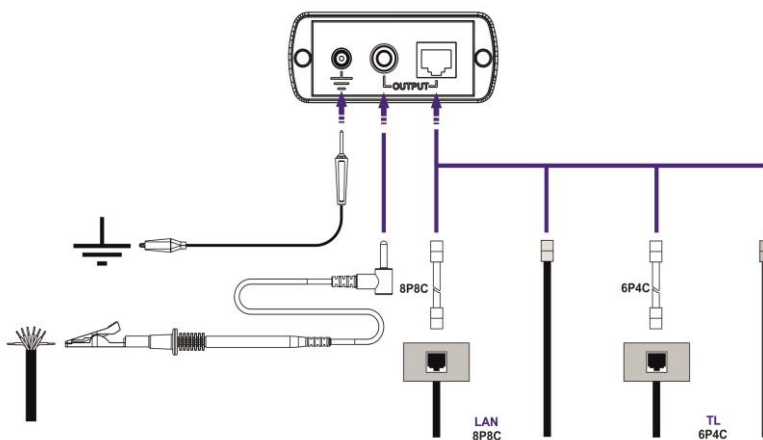

Рис.6
Варианты подключения генератора к различным типам линий представлены на рис.6.
1. Подключить генератора к линии, в соответствии с рис.6.